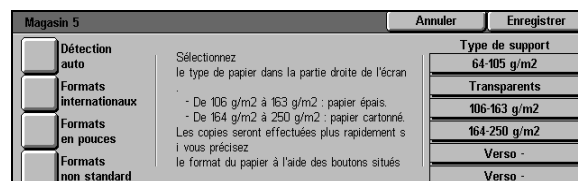

Figure 24 : Écran Magasin 5
- 2 Sélectionnez le magasin **5** afin d'afficher l'écran de paramétrage correspondant (voir la figure 24).